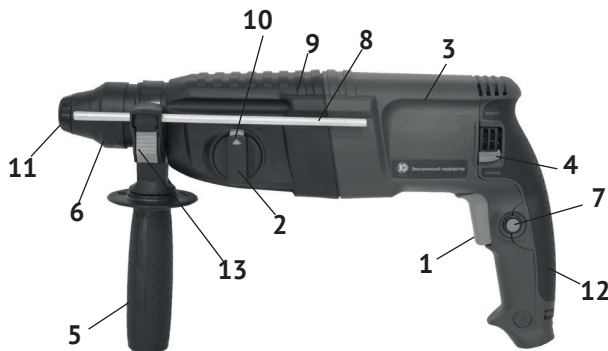

рис. 1
1.6 Общий вид перфоратора представлен на рис.1
1.7 Перфоратор состоит из горизонтально расположенного коллекторного двигателя в пластиковом корпусе (рис.1 поз.3), выполненном заодно с рукояткой. В крышке корпуса (рис.1 поз.12) расположен щёткодержатель в сборе. Рычагом переключателя реверса (рис.1 поз.4), меняя расположение щёток, направление вращения якоря меняется на противоположное. К корпусу двигателя крепится корпус редуктора, в котором расположен механизм, передающий вращательное и возвратно-поступательное движение на рабочий инструмент. Крутящий момент с якоря электродвигателя через шестерни, передаётся на ствол с патроном SDS – plus (рис.1 поз.6), расположенный соосно с двигателем. Тип ударного механизма перфоратора - электропневматический. Эксцентриковый подшипник преобразует вращательное движение якоря в возвратно-поступательное движение поршня. С поршня ударник передаёт энергию удара на ствол с патроном SDS – plus. На корпусе редуктора слева расположен переключатель режимов (рис.1 поз.2) с фиксатором (рис.1 поз.10) в трёх режимах: «сверление» /«сверление с ударом» / «удар». Кроме того, знаком ▼ отмечено положение (без фиксации) разблокировки патрона для изменения положения рабочего инструмента в режиме долбления.
В зависимости от вида выполняемой работы, в патрон SDS – plus вставляется необходимая насадка (пика, долото, сверло) с соответствующим хвостовиком, или переходник SDS-plus/сверлильный патрон для установки сверлильного патрона, если необходимо работать в режиме «сверление». Дополнительная рукоятка (рис.1 поз.5) хомутом крепится на корпусе редуктора (рис.1 поз.9). Фиксируется рукоятка, закручиванием по часовой стрелке, в любом положении (от 0° до 360°), что удобно пользователю, как «правше», так и «левше».
В отверстие левой части суппорта рукоятки вставляется, при необходимости, стержень-ограничитель глубины сверления. Он фиксируется в выбранном положении клавишей (рис.1 поз.13).
1.8 Клавиша выключателя (рис.1 поз.1) расположена в передней части рукоятки. Включение/отключение инструмента осуществляется нажатием на клавишу выключателя. Силой, приложенной к клавише, регулируется число оборотов и частота ударов перфоратора. Нажатием кнопки (рис.1 поз.7), клавиша фиксируется в рабочем положении с максимальным числом оборотов (максимальной частотой ударов). При повторном нажатии на клавишу, она и кнопка фиксации (со щелчком), возвращаются в исходное положение – выключено.
При замене рабочих насадок следите за тем, чтобы колпачок (рис.1 поз.11), защищающий патрон от попадания пыли, не был повреждён.
- нажатием на клавишу (рис.1 поз.13) освободить отверстие в суппорте рукоятки;
- удерживая клавишу, вставить стержень фиксации глубины сверления (рис.1 поз.8) в отверстие;
- фиксация клавиши в рабочем положении осуществляется нажатием на кнопку (рис.1 поз.7);
Нажав кнопку (рис.1 поз.10) в верхней части рукоятки (рис.1 поз.2), начните поворот к режиму с условным знаком, приведённым ниже. Отпустите кнопку фиксатора. При достижении выбранного положения, рукоятка зафиксируется, а кнопка фиксации (со щелчком) вернётся в исходное положение.
- при работе в режиме сверление без удара, переключатель (рис.1 поз.2) установить в положении «сверло». При этом режиме перфоратор может работать с патроном SDS – plus, но, как правило, устанавливается ключевой патрон;
- при работе в режиме сверление с ударом, переключатель (рис.1 поз.2) в положении «сверло с молотком»;
- при работе в режиме долбление, переключатель (рис.1 поз.2) в положении «молоток».
В верхней части крышки двигателя (с обеих сторон) расположен рычаг переключения реверса (рис.1 поз.4). На крышке стрелками указано направление вращения. Реверс используется при заклинивании рабочего инструмента и при раскручивании винтов или шурупов.
3.2 Для замены щёток необходимо открутив винты, снять крышку корпуса (рис.1 поз.12). Извлеките использованные щётки из щёткодержателя и замените их новыми. Прикрутите на место крышку корпуса. Опробовать работу перфоратора кратковременным включением на холостом ходу, для приработки щёток. Щётки следует заменять парой для обеспечения равной степени их давления на коллектор якоря.